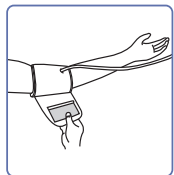

Fig. 4
4. Tirez sur le brassard de manière à bien resserrer les bords supérieur et inférieur sur votre bras (Fig. 4).